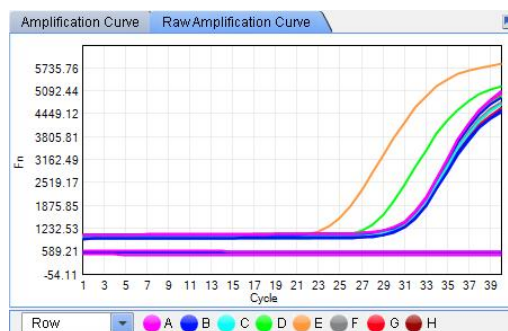

Fig 7-14
- **Curba brută de amplificare:** Curba de amplificare brută (Fig 7-14) arată curba de fluorescență originală a probei selectate, care este semnalul de fluorescență real detectat de instrument.